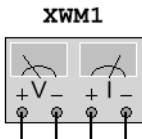

图 4.2.10 瓦特计 (Wattmeter) 图形
(1) 选择测量仪器。选择仪器仪表工具栏中的“瓦特计”，与电阻 R1 相连，瓦特计的图形如图 4.2.10 所示，连接方法如图 4.2.11 所示，“V”两侧的接线端子与 R1 并联，“I”两侧的接线端子与 R1 串联。